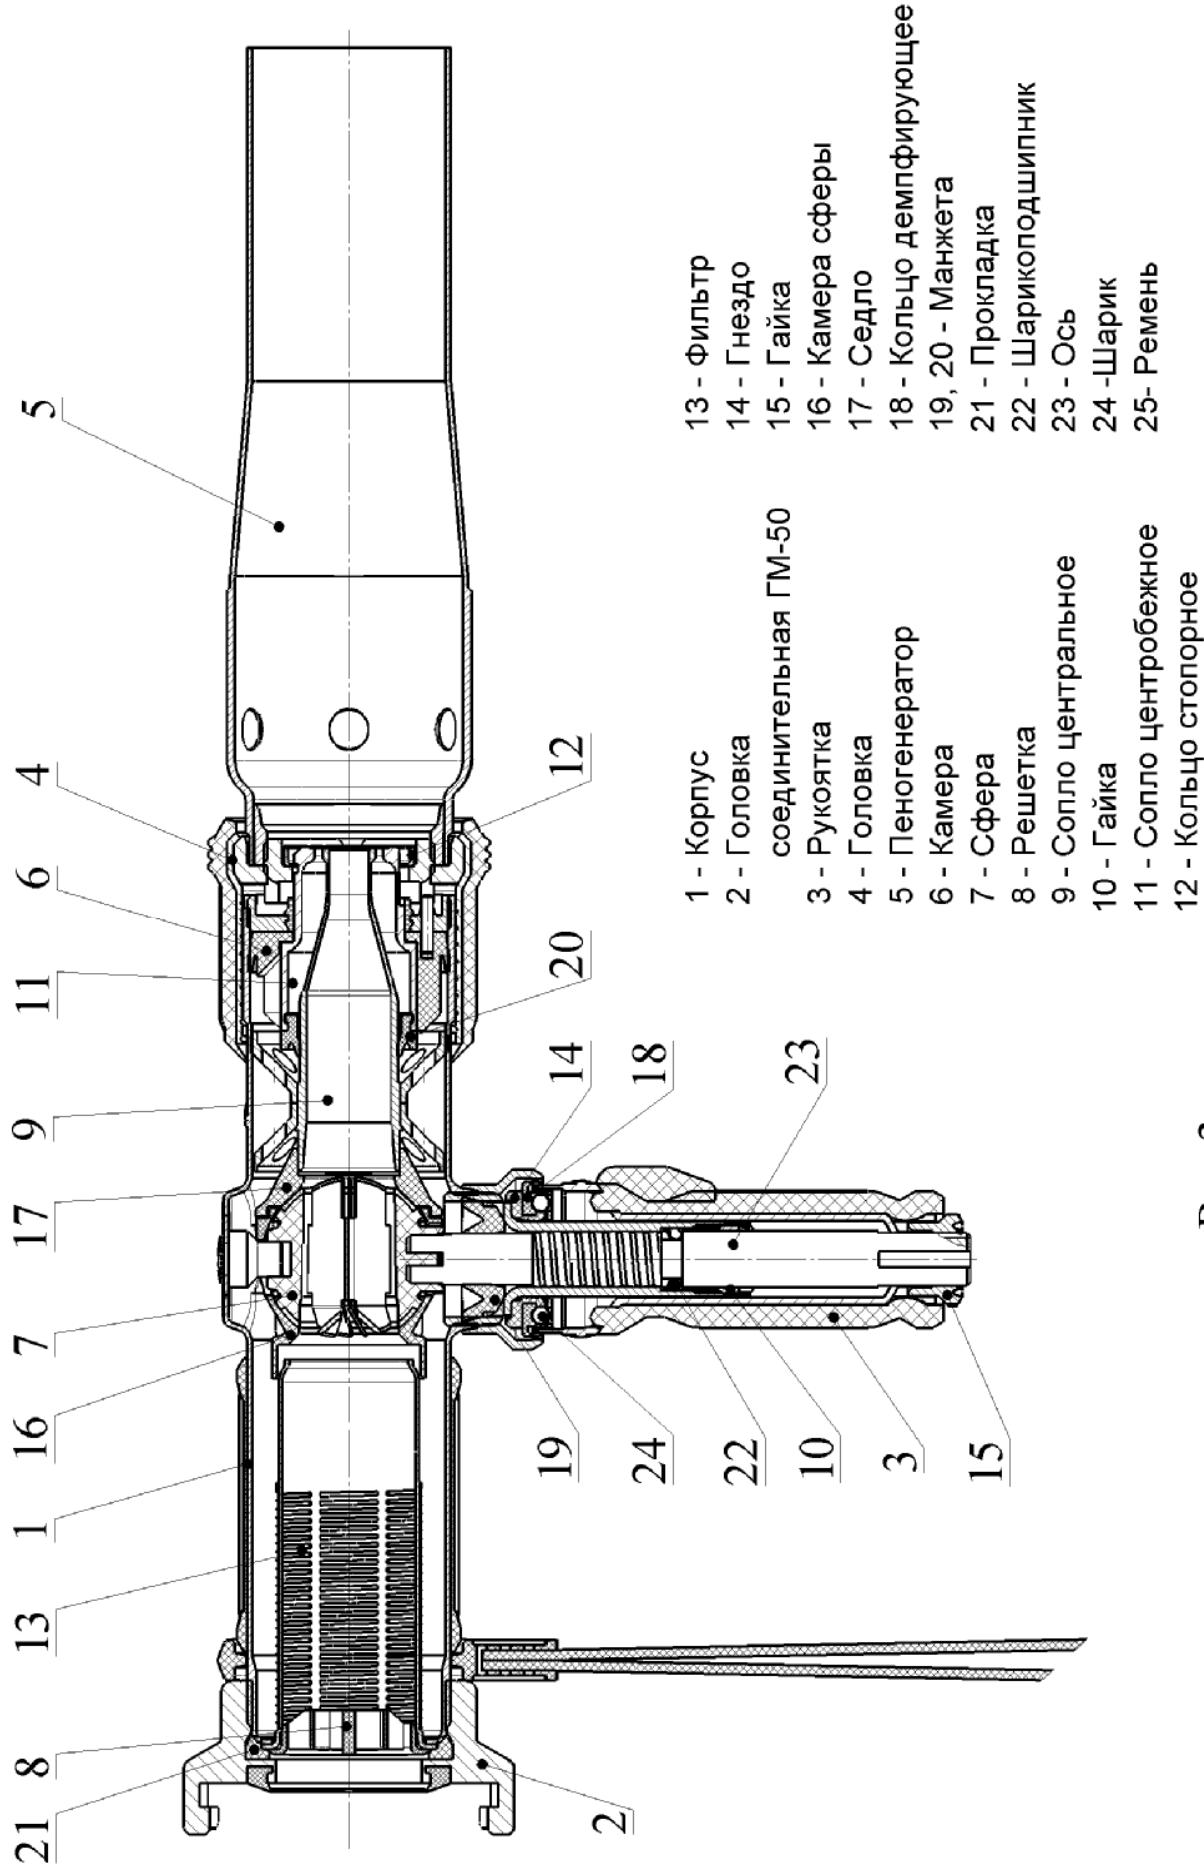

Рис.3
Стволы ОРТ-50 и ОРТ-50А унифицированы и отличаются только тремя деталями. Внешний вид стволов ОРТ-50 и ОРТ-50А приведен на рис. 1, 2. Ствол включает корпус (1) с присоединительной головкой ГМ-50 (2), рукоятку (3), головку (4) и съемный насадок-пеногенератор (5). Внутреннее устройство стволов показано на рис. 3.